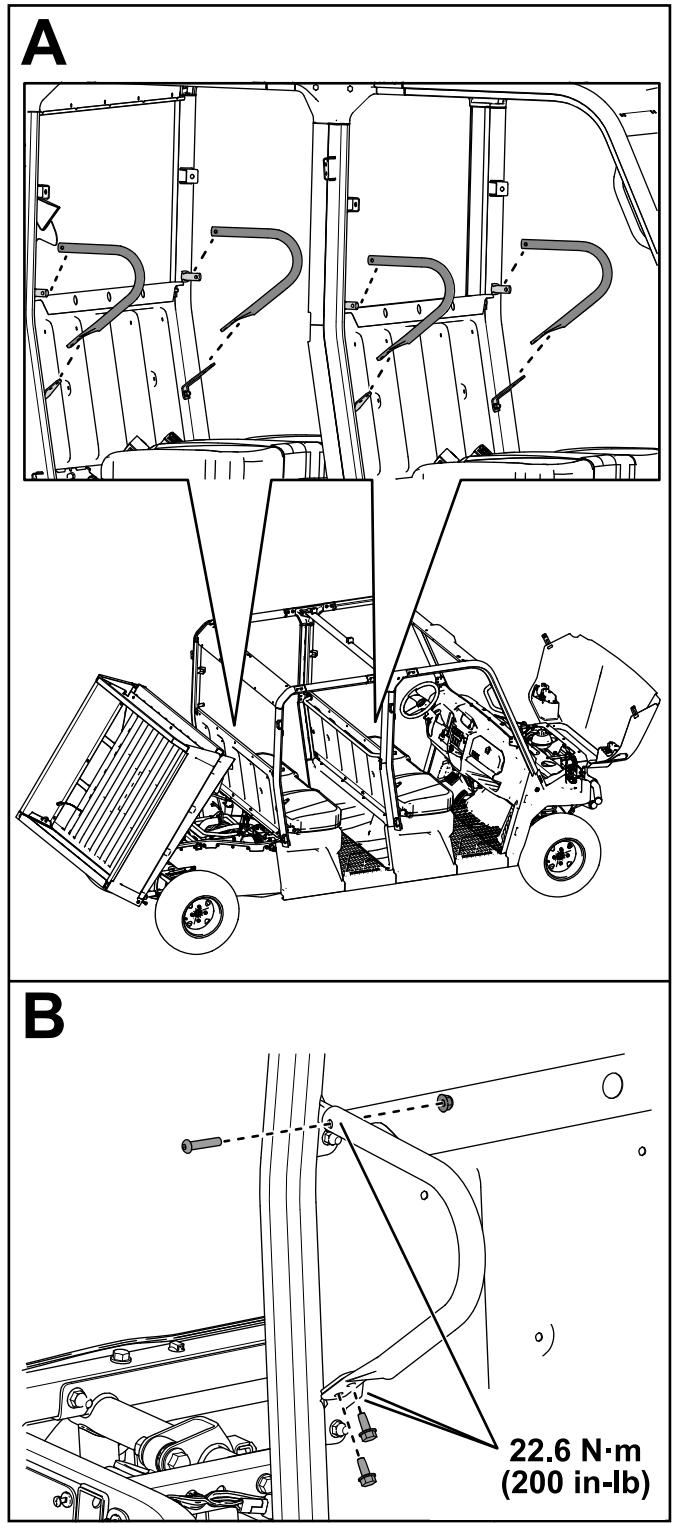

Figure 59
26. Fixez les 4 retenues d'épaules sur les barres arrière et les barres centrales de l'arceau de sécurité à l'aide de 8 vis autotaraudeuses (5/16 x $\frac{3}{4}$ po), 4 boulons à tête ronde (5/16 x 1 $\frac{1}{2}$ po) et 4 contre-écrous (5/16 po), comme montré à la Figure 59.
Serrez les contre-écrous (5/16 po) à 22,6 N·m (200 po-lb), comme indiqué à la Figure 59.